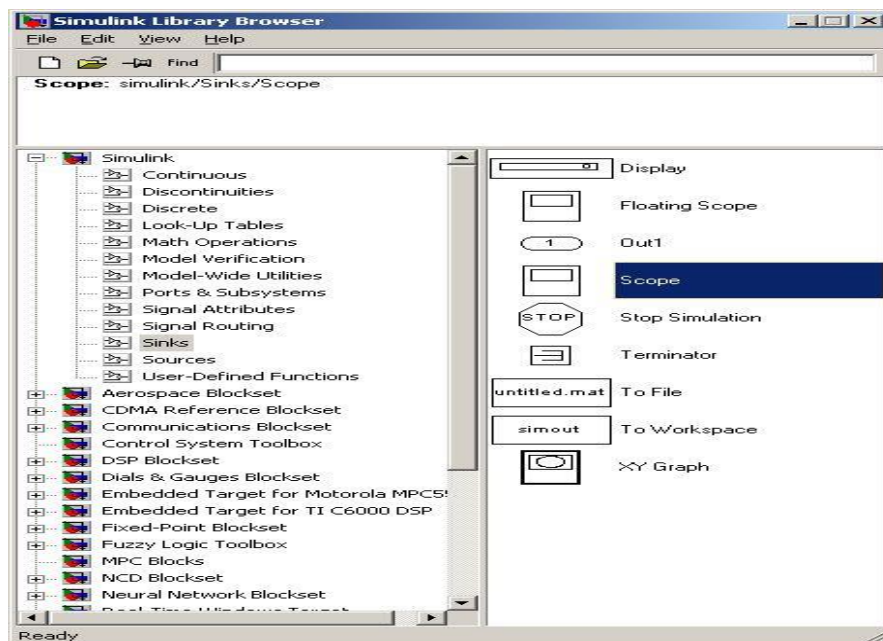

Рис. 1
1. Запускаємо МАТЛАБ, пишемо в командному рядку: Simulink, з'явиться вікно Сімулінка, створюємо нову модель. Модель створена, тепер вибираємо в source джерело сигналу, наприклад, step (одиночно-поетапне вплив) і перетягуємо його в нашу модель. Джерело є, тепер додаємо передатну функцію або інтегратор, що вам подобатися. Для цього заходимо в Continuous transfer fcn або integrator. Додавайте скільки захочете, вид передавальної функції можна задати, клікнувши по ній двічі. Тепер нам треба, щоб це все справа у нас куди-небудь виводилося: заходимо в Sinks вибираємо осцилографи (Scope).(рис.1)